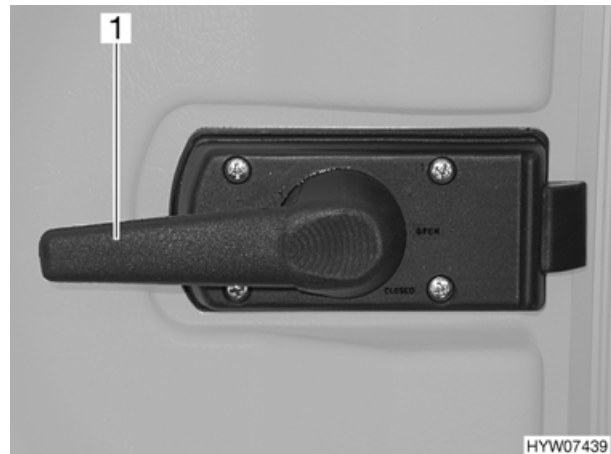

Fig. 14 Serratura della porta di ingresso, lato interno, aperta
- Premere la maniglia della porta (Fig. 14,1) verso il basso.